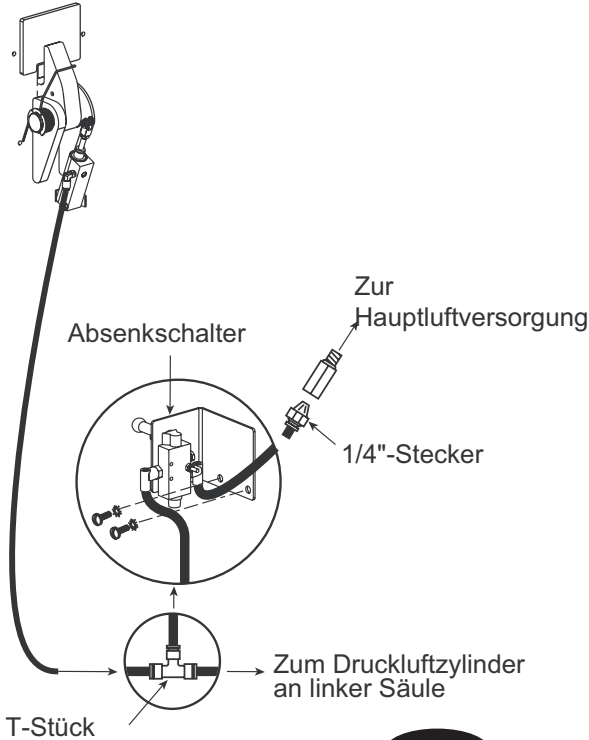

Abb. 15b
- H) Eine Seite des unteren Drehbolzens (bereits in den Zylinder eingesetzt und befestigt) in eine Hälfte der Pivotalterung der Säule schieben. Pivotalterung mit (2) 1/4" -20NC x 3/8" lg. Flachkopfschrauben an der Säule anbringen. Abb.15b und 16.